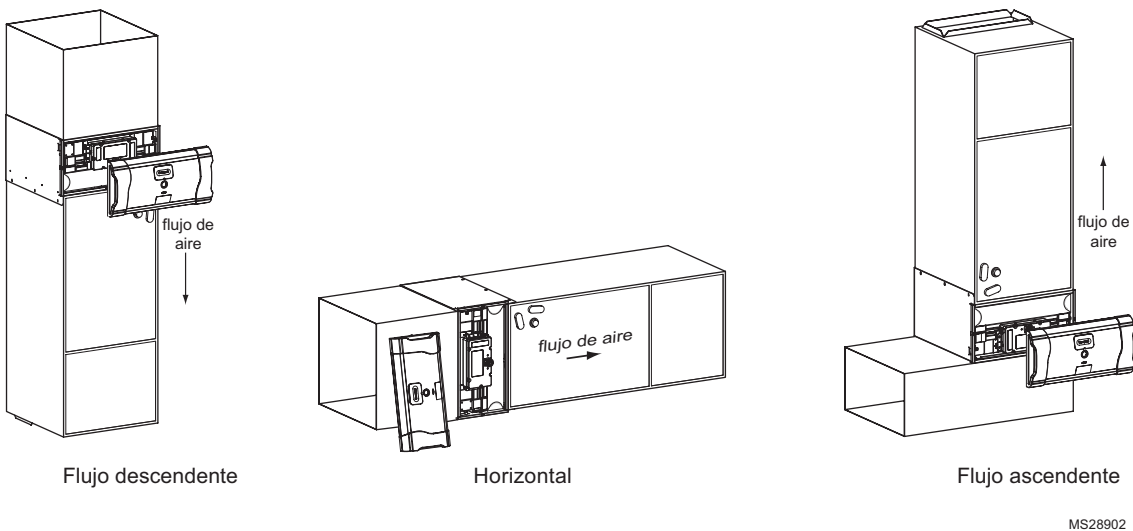

Fig. 4. Orientación del gabinete para los modelos 1620/2020/2520.
- Identifique una orientación de montaje para el limpiador de aire mejorado Honeywell en el conducto de aire de retorno (ver Fig. 4).
- Coloque el gabinete entre el controlador de aire y el conducto de aire de retorno (ver Fig. 4 en la página 7 y Fig. 5). Es posible que necesite un conducto de transición.